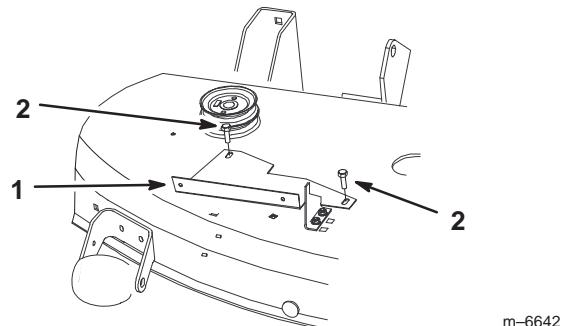

Figure 19
1. Montez le support du couvercle de courroie dans les trous du couvercle d'origine avec 2 vis autotaraudeuses à collerette (1/4 x 1/2 pouce) (Fig. 19).